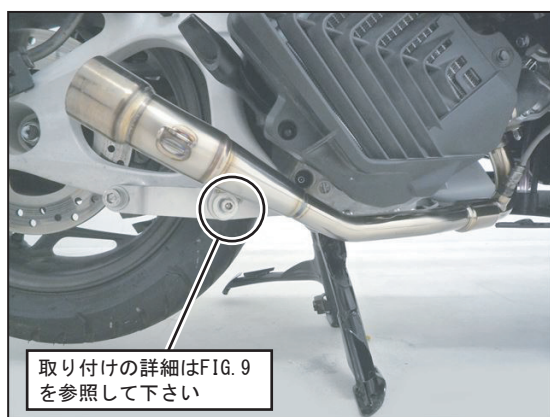

FIG. 8
7. ①エキゾーストパイプのステーを、⑨キャップボルトM8×20と⑬平ワッシャM8×26、⑯フランジナットM8を使用して⑤エキゾーストパイプステーに仮締めして下さい。(FIG. 8, 9 参照)